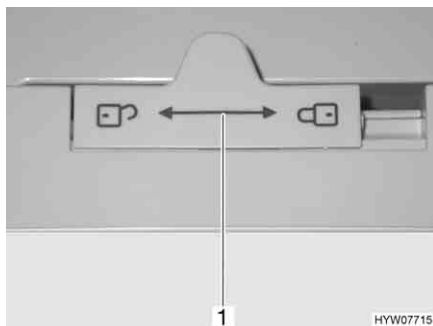

Fig. 187 Bloccaggio della porta del frigorifero (serie Dometic 7)
- Spostare il dispositivo di bloccaggio (Fig. 187,1) verso sinistra "🔓".
- Spostare il dispositivo di bloccaggio (Fig. 187,1) completamente verso destra "🔒".